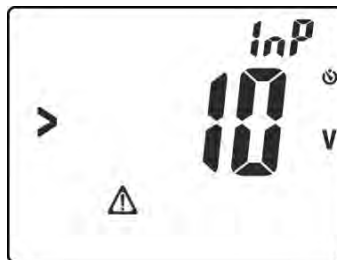

Abb. 27: Spannung an Eingangsbuchsen vorhanden
8. Drücken Sie **GO/HOLD** Taste zum Starten der Messung. Die Bildschirmseite in der Abb. 27 kann im Display erscheinen, wenn eine Spannung **>10V** an den Eingangsbuchsen vorhanden ist, die Messung wird unterbrochen.